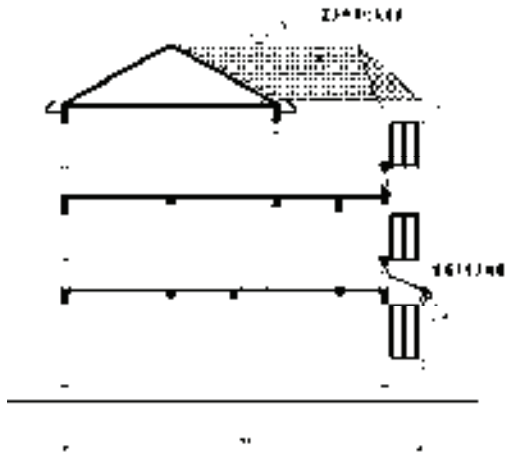

图 13-241 引出标注
2) 添加引出标注。调用“引出标注”命令，在弹出的“引出标注”对话框中设置参数；分别指定标注的各点，添加引出标注，结果如图 13-241 所示。